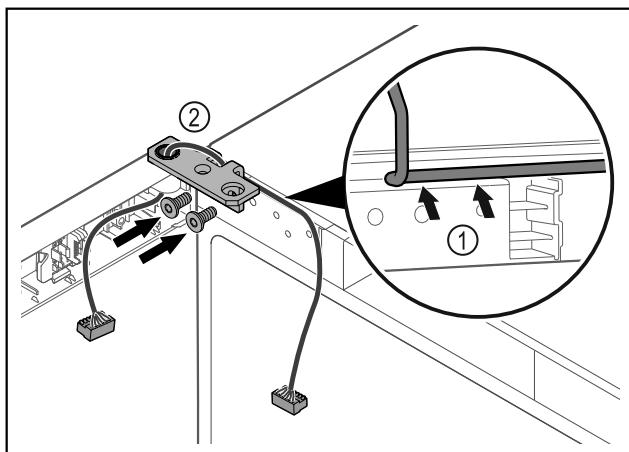

Fig. 46
- Prevlečte kábel cez vybranie uholníka závesu a opatrne ho položte Fig. 46 (1).
- Naskrutkujte uholník závesu Fig. 46 (2).